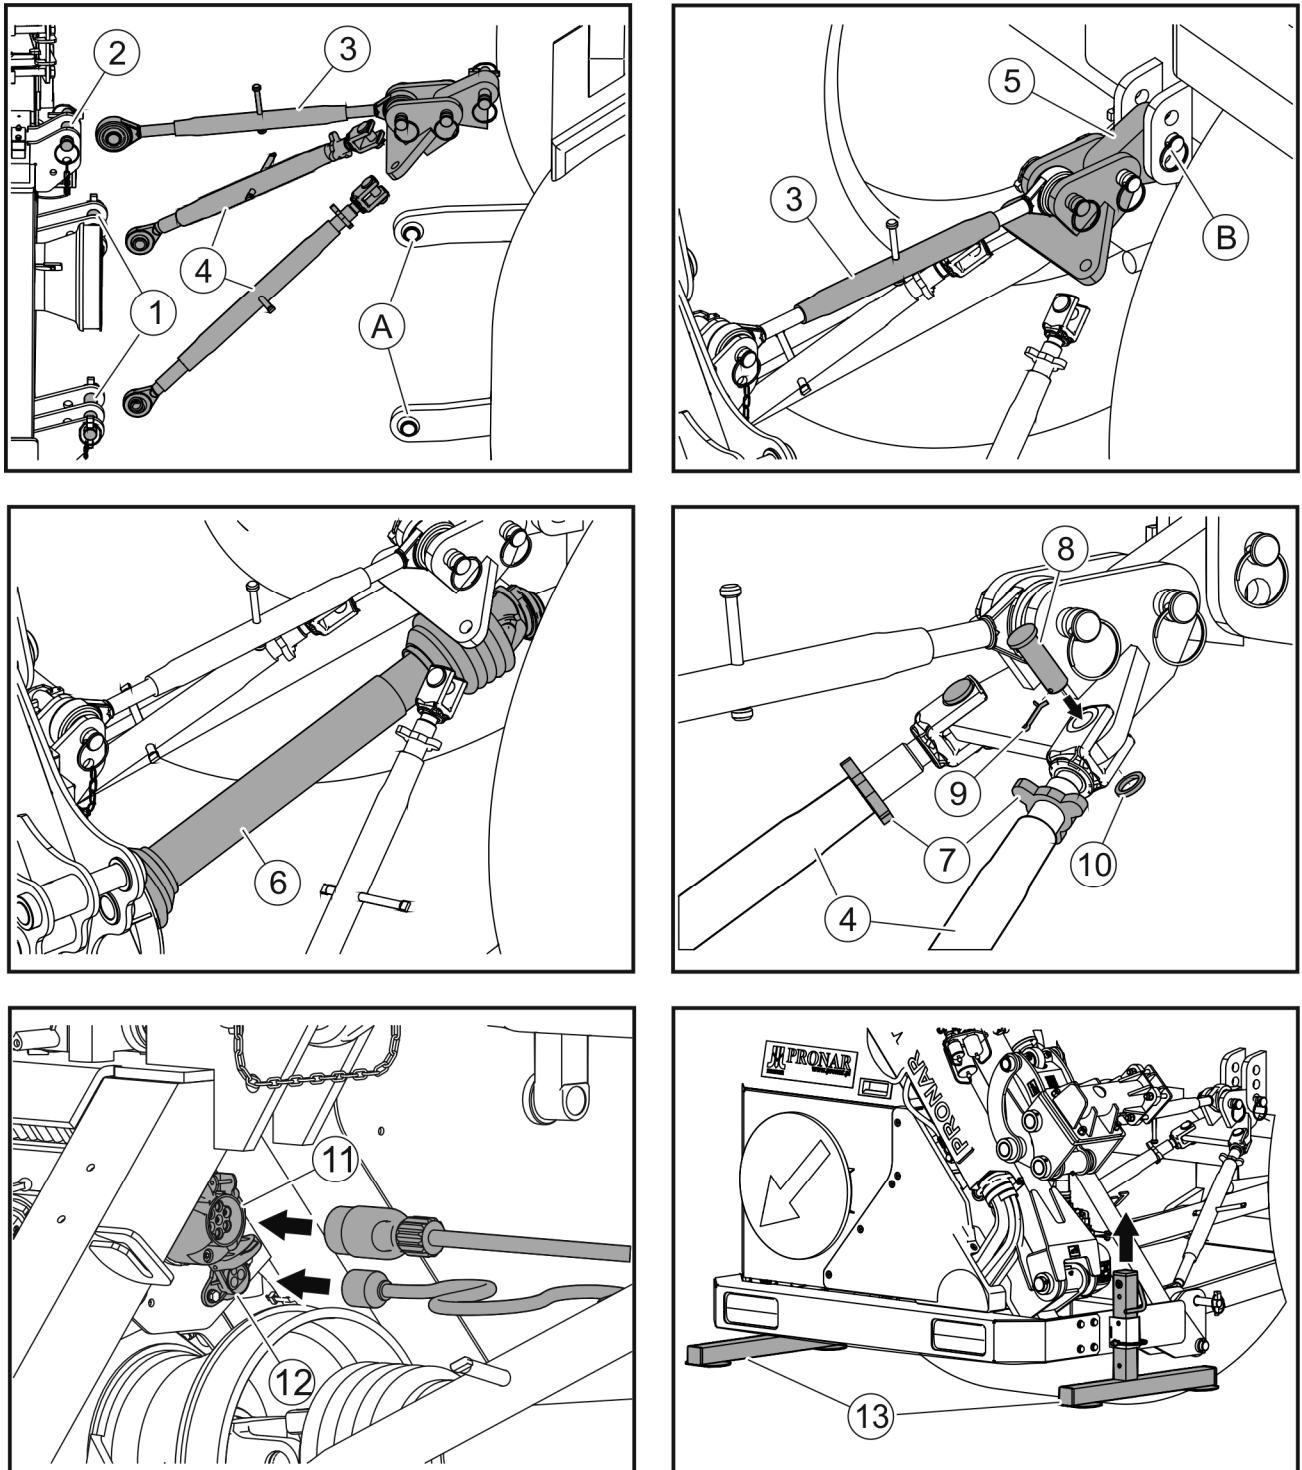
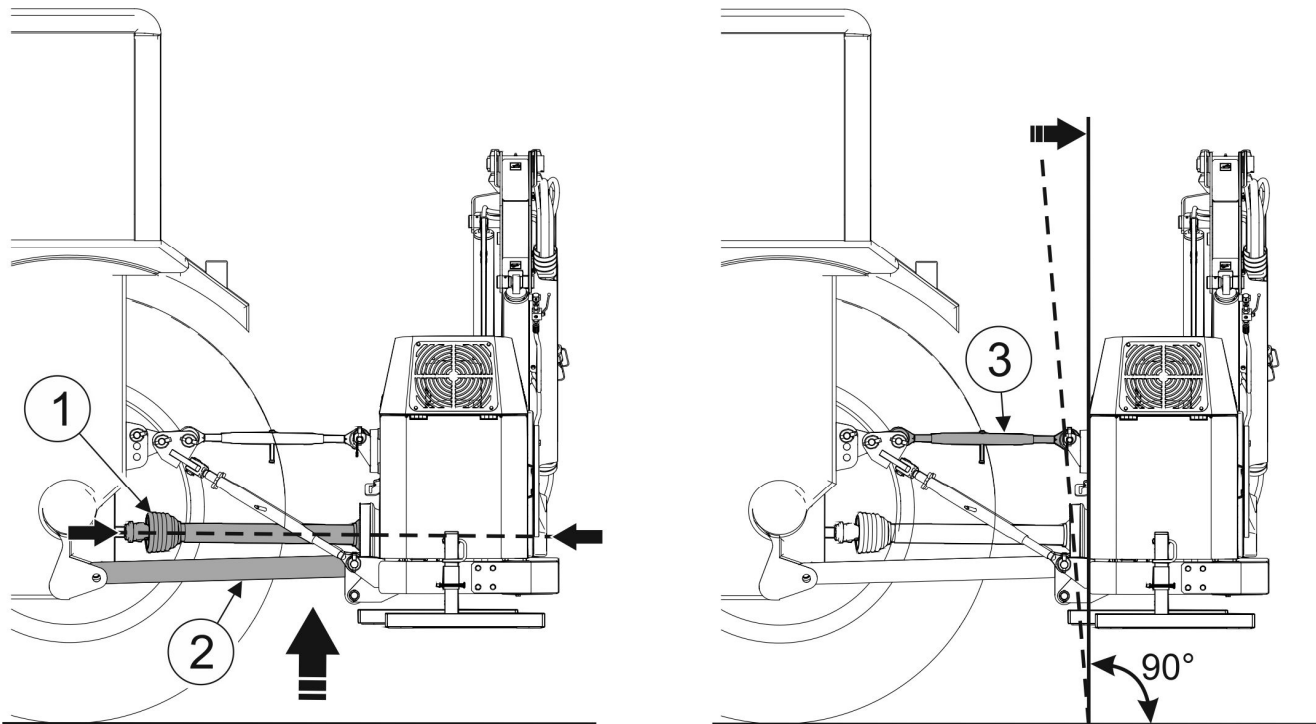

РИСУНОК 4.1 Підключення багатофункціональної стріли до носія інструменту (трактора).
РИСУНОК 4.2 Спосіб установки багатофункціональної стріли відносно землі.
Щоб підключити багатофункціональну стрілу до задньої триточкової системи підвіски (3-точкова підвіска) носія інструменту (трактора), дотримуйтеся наведених нижче інструкцій (РИСУНОК 4.1):
- Коли тяги (4) системи блокування триточкового навішування (РИСУНОК 4.1) розблоковані, підніміть багатофункціональну стрілу за допомогою нижніх тяг (2) (РИСУНОК 4.2) задньої триточкової підвіски носія інструменту (трактора) на таку висоту, щоб карданний вал (1), який з'єднує мультиплікатор багатофункціональної стріли з валом ВВП носія інструменту (трактора),
(1)- приводний вал; (2)- нижні тяги задньої триточкової підвіски носія інструменту (трактора); (3) - центральний роз'єм системи блокування триточкової підвіски.
- Вирівняйте багатофункціональну стрілу, відрегулювавши довжину центрального з'єднувача (3).
- Зафіксуйте триточкову систему підвіски, прикріпивши вилку тяги (4) (РИСУНОК 4.1) до кронштейна блокатора триточкової підвіски за допомогою стрижнів (8). Стрижні повинні бути закріплені шплінтами (9). Зафіксуйте встановлену довжину тяг (4) блокатора триточкової підвіски стопорними гайками (7).
- Підключіть 7-полюсну електричну розетку (11) (опція) (РИСУНОК 4.1) системи живлення для задніх комбінованих ліхтарів і 3-полюсну електричну розетку (12) (опція) для живлення вентилятора масляного охолоджувача та пульта управління (WWT424C / WWT484C) багатофункціональної стріли за допомогою з'єднувальних кабелів до відповідних електричних розеток носія інструменту (трактора).